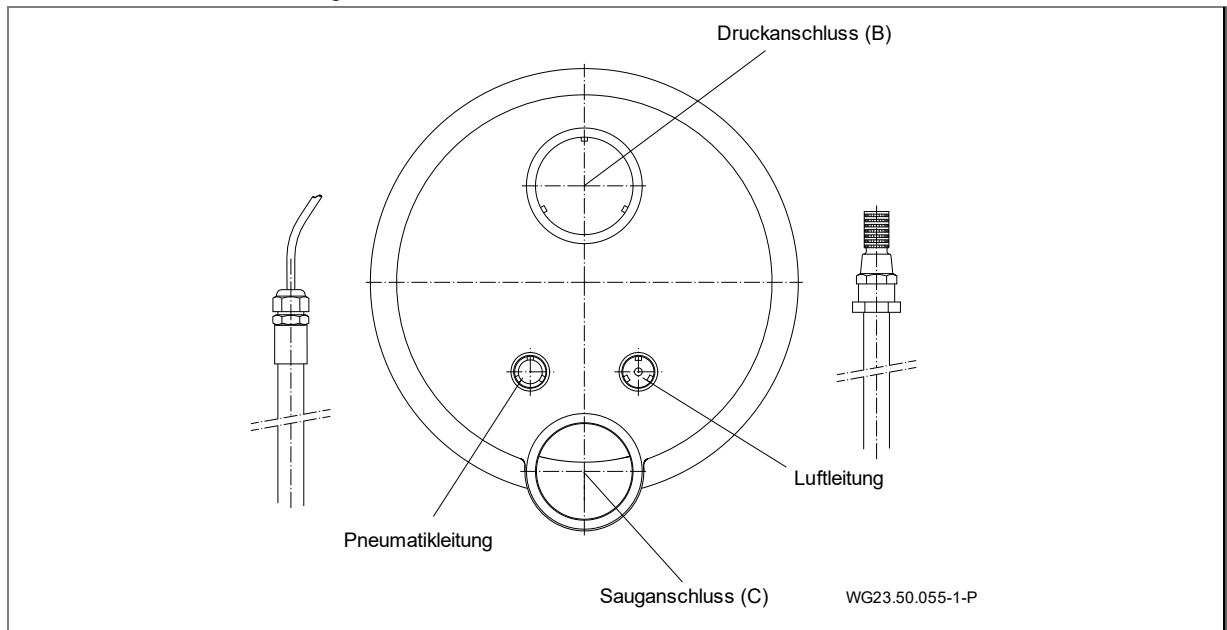
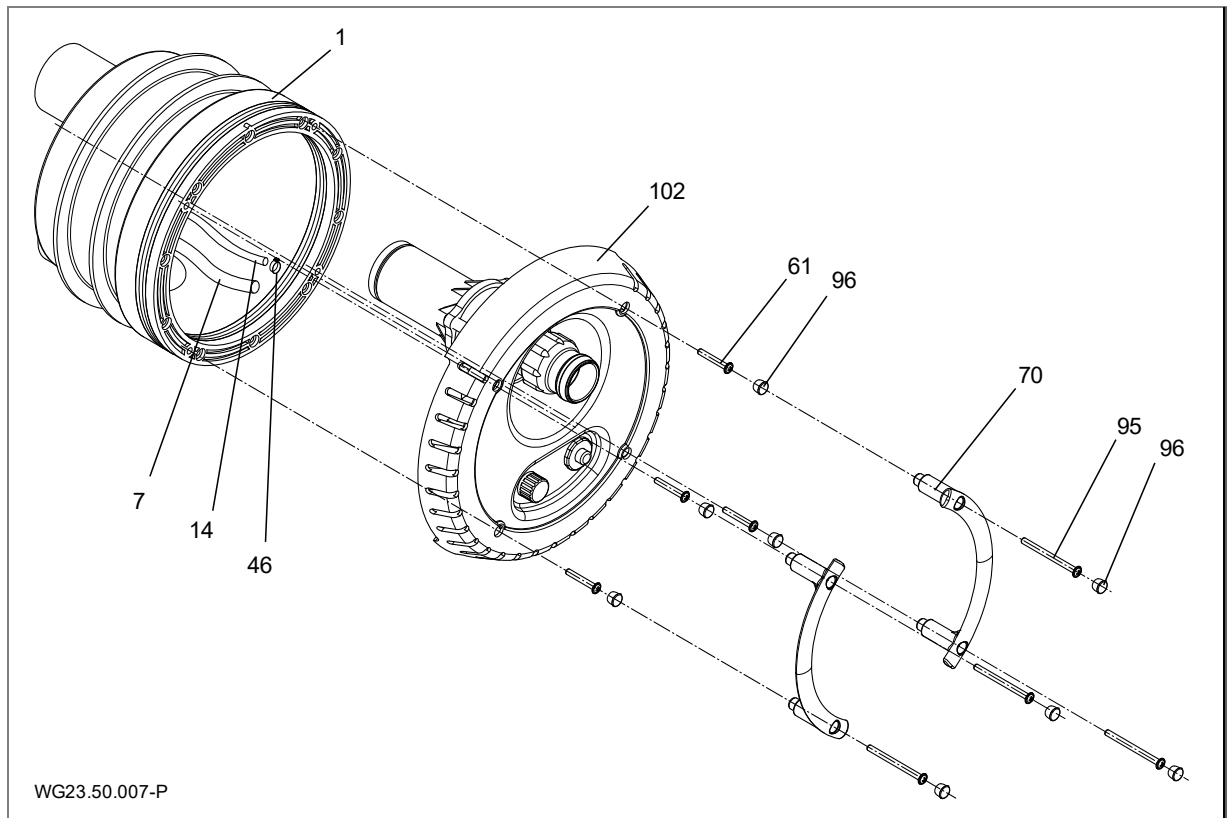

Abb. 16
Abb. 17
1. Einkleben des Kabelschutzschlauches und des Luftleitungsschlauches. (Abb. 16)
2. Düsengehäuse (102.1) am Einbaugehäuse (1) ansetzen.
3. Pneumatikschlauch durch den Schutzschlauch führen und mit der Kabelverschraubung (20) abdichten.
4. Luftleitung mit der Klemme (8) am werkseitig montierten Luftregler (21) befestigen.
5. Düsengehäuse (102.1) mit vier Schneidschrauben (61) am Einbaugehäuse (1) befestigen.
6. Die vier Zierkappen (96) anbringen.
7. Optional kann der beiliegende Haltegriff montiert werden. Dazu die Haltegriffe mit den vier Schrauben (95) und vier Zierkappen (96) am Düsengehäuse (102.1) festschrauben. (Abb. 17)
8. Die vier Zierkappen (96) anbringen.
9. Jet-Pumpe (92) mit der halben Verschraubung (98, 99, 100), dem Gummiwinkel (79) und den dazugehörigen Klemmen (75) saug- und druckseitig am Einbaugehäuse anschließen.